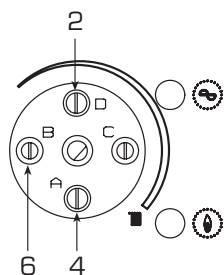

Рис. 2
- 1) Повернуть **против часовой стрелки**, до конца шкалы, триммер мощности отопления В (6 Рис. 2).
- 2) С помощью триммера регулировки минимальной мощности вентилятора А (4 Рис. 2) откалибровать сигнал воздуха пока не будет достигнуто значение ммН₂О, как это указано на таблице:
- 4) С помощью триммера регулировки максимальной мощности вентилятора D (2 Рис. 2) откалибровать сигнал воздуха пока не будет достигнуто значение ммН₂О, как это указано на таблице: